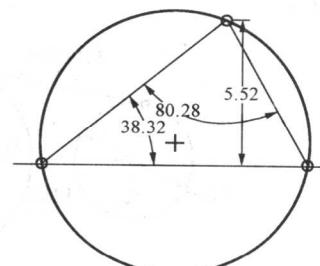

图 1-22 绘制三点圆
(1) 单击 **○** 按钮，然后依次选择三个不同的点。
(2) 单击鼠标中键确认，完成三点圆的绘制，如图 1-22 所示，三个点即三角形的三个顶点。